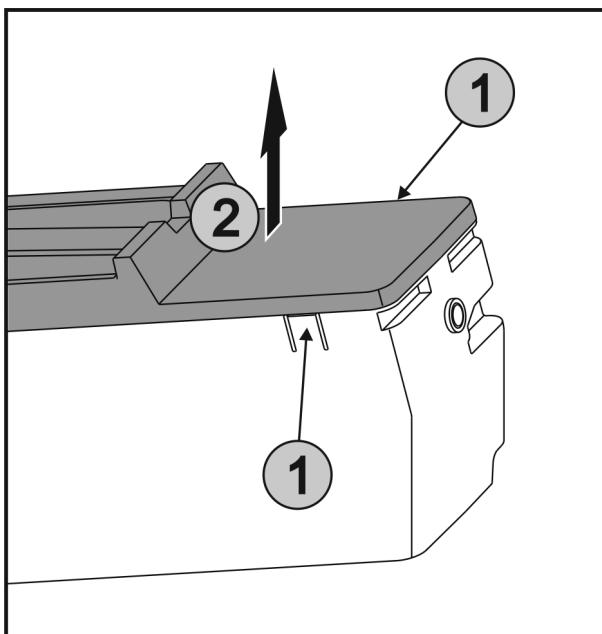

Fig. 37
- Súčasne stlačte spony Fig. 37 (1) na oboch stranach EasyTwist-Ice a odoberte kryt Fig. 37 (2) nahor.